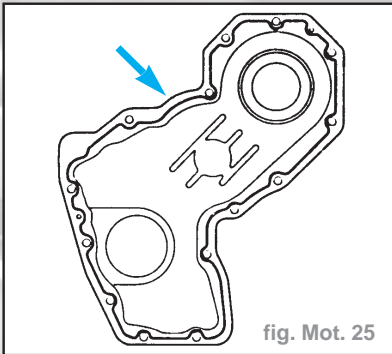

fig. Mot. 25
- Enduire de produit d'étanchéité à bride (flèche) sur brides de fixation du couvercle du carter de distribution (appliquer un cordon de 3 mm de large, éviter les orifices des vis) (fig. Mot. 25).